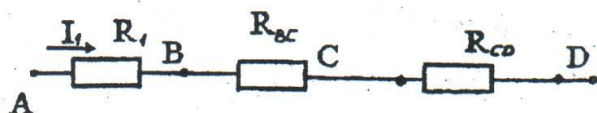

Рис. 9
Схема принимает вид, приведенный на рис. 9.
7. Переходя от схемы к схеме в обратном порядке, найдем остальные токи. Так как схема, изображенная на рис. 9, представляет последовательное соединение участков АВ, ВС, СД, то на основании первого свойства этого вида соединения следует, что